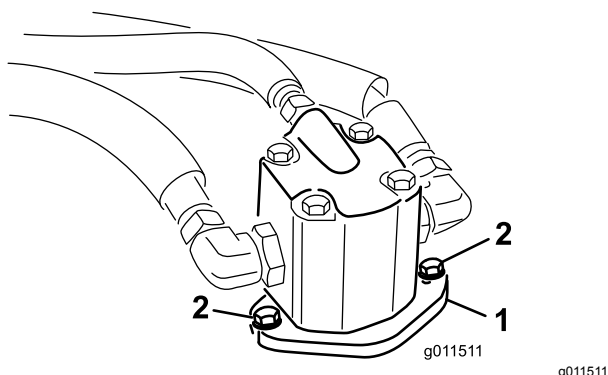

Figura 95
4. Rimuovete i bulloni che fissano il motore idraulico al piatto di taglio (Figura 95).